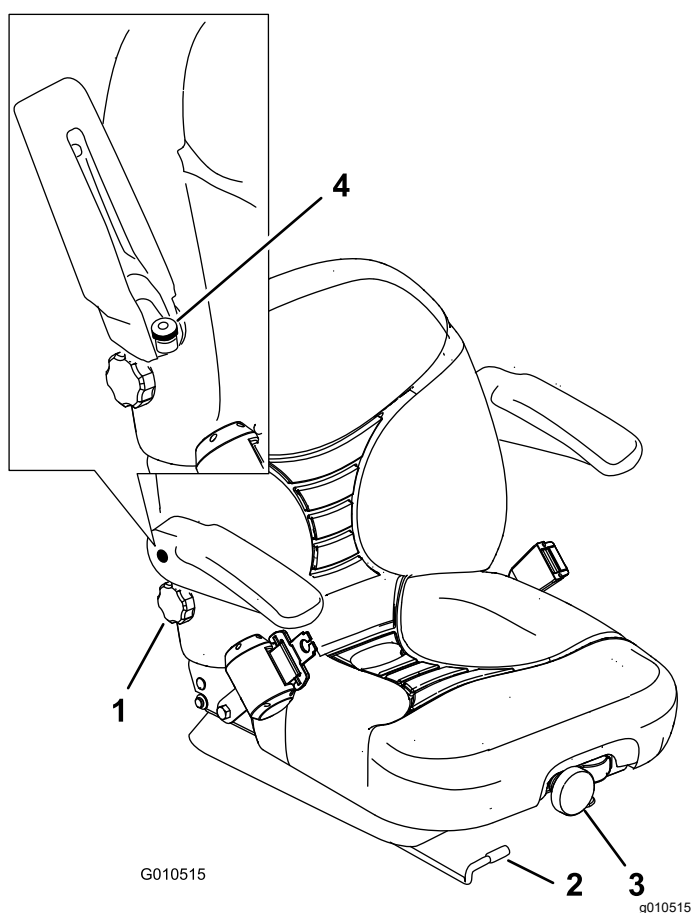

Figure 33
1. Poussez le levier sur le côté pour débloquer le siège (Figure 33).
Pour ce faire, tournez le bouton avant dans un sens ou dans l'autre pour obtenir la position la plus confortable (Figure 33).
Pour ce faire, tournez le bouton situé sous l'accoudoir droit dans un sens ou dans l'autre pour obtenir la position la plus confortable (Figure 33).
Relevez l'accoudoir et tournez le bouton dans un sens ou dans l'autre pour obtenir la position la plus confortable (Figure 33).